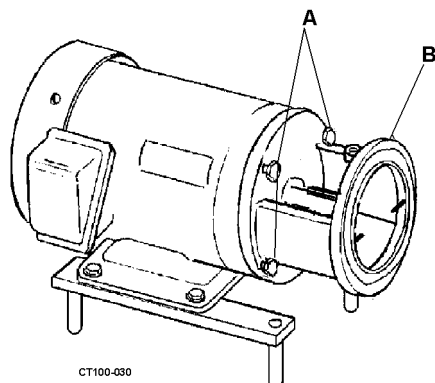

Figura 20 - Rimozione dell'adattatore
2. Rimuovere i bulloni che fissano l'adattatore (Figura 20, rif. A e B) al telaio del motore e rimuovere l'adattatore.